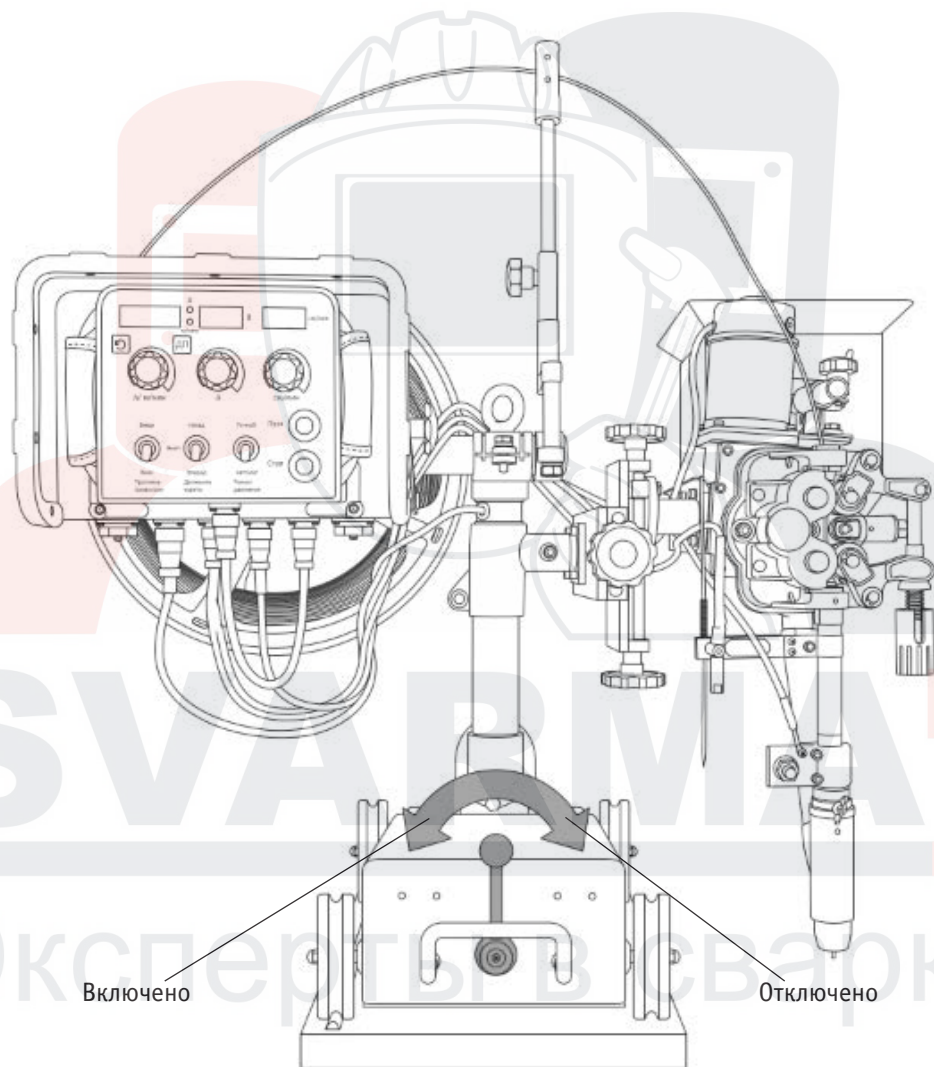

Рис. 8.1.4. Движение трактора.
5. Потяните рукоятку сцепления для включения или отключения режима движения сварочного трактора относительно свариваемой детали (См. рис. 8.1.4).